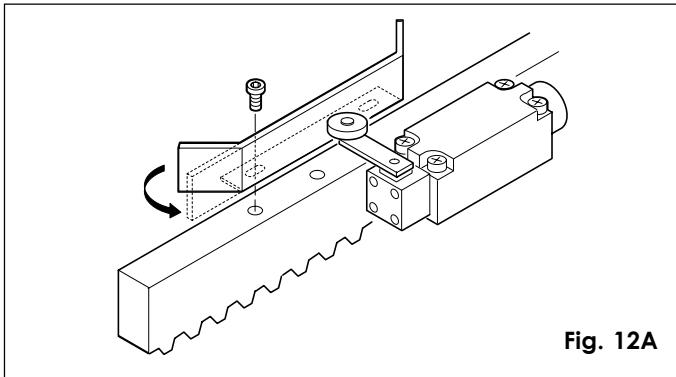

Fig. 12A
L'operatore è dotato di un finecorsa meccanico a levetta con rullino, che comanda l'arresto del moto del cancello nel momento in cui un lamierino sagomato, fissato sulla parte superiore della cremagliera, aziona la levetta fino all'intervento del microinterruttore (fig. 12A).
**Nota:** I lamierini sono predisposti per un eventuale fissaggio tramite viti (fig. 12A).
**Importante:** a) Il lamierino deve attivare il finecorsa sulla parte sagomata come da fig. 12A.
b) Per evitare che il lamierino possa superare il finecorsa è consigliabile raddrizzare la parte sagomata finale come da fig. 12A.